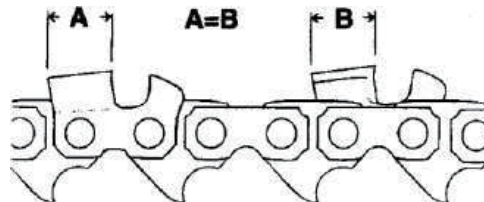

Рис.10
2. Знайти ріжучий зуб з найменшою довжиною верхньої грані (мінімальна довжина – 4 мм) (рис.10) По ньому потрібно бути підганяти довжину грані всіх інших (інколи доцільніше замінити пошкоджений зуб, а не переточувати увесь ланцюг).